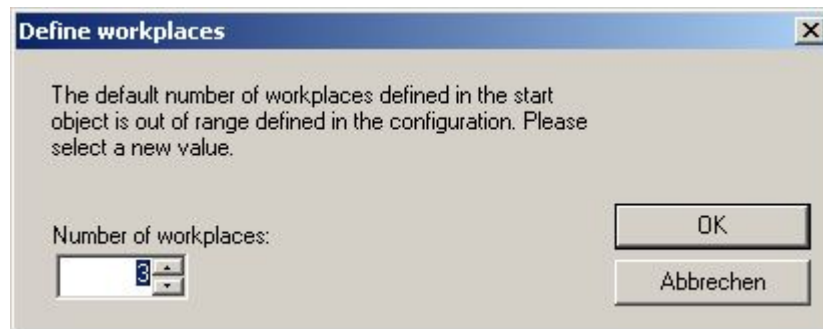

Abbildung 114: Dialog zur Angabe der Anzahl der Arbeitsplätze
- ⇒ Sobald dieses Attribut gesetzt ist, erscheint beim Start der Level 3 Austaktung die Abfrage nach der Anzahl der Arbeitsplätze (Abbildung 114) nicht mehr und die Austaktung wird mit dem vorbelegten Wert gestartet.